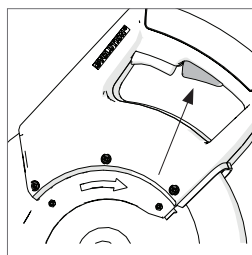

Fig. 25
- Rappelez-vous d'abord appuyer sur le bouton de verrouillage de tension avant le Interrupteur Marche / Arrêt. (**Fig. 25**)